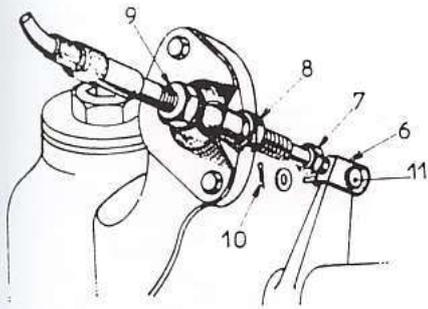

Fig. 40. — Réglage du passage des vitesses (câble supérieur sur couvercle de BV)
II. — Réglage de la commande de passage des vitesses (câble vertical) (fig. 40)
Côté couvercle supérieur de boîte de boîte de vitesses (fig. 40 et 45)
— Si la 3^e vitesse décroche : débloquer les écrous (8 et 9), visser de deux tours environ l'écrou (9), serrer l'écrou (8) sans bloquer, puis essayer. Bloquer dès le réglage obtenu (fig. 40 et 45).